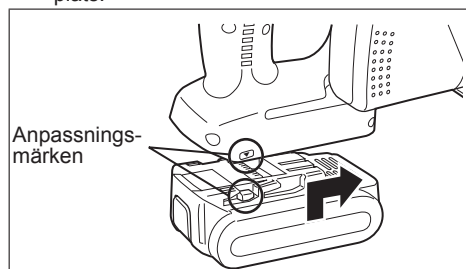

Bild 2
1. Montering av batteriet (se bild 2)